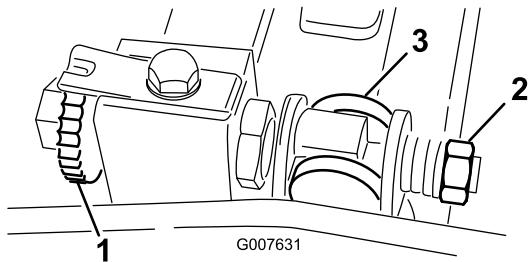

Figura 55
- Ruotate la vite di regolazione della barra di appoggio in senso antiorario per allontanare la controlama dal cilindro (Figura 55).
- Allentate il dado di tensione della molla, finché la rondella non sarà più in tensione contro la barra di appoggio (Figura 55).